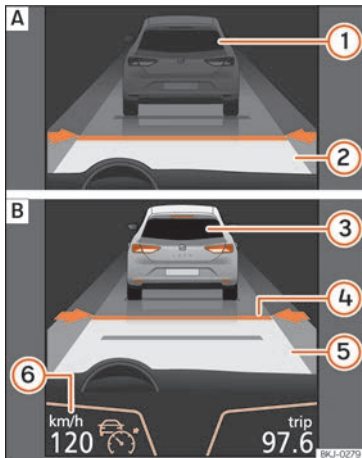
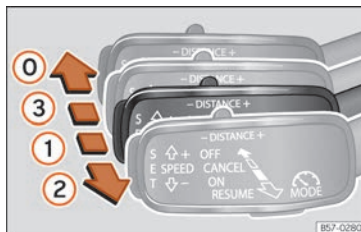
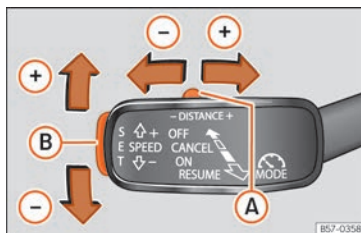

Abb. 233 Am Bildschirm des Kombi-Instruments: **A** ACC inaktiv (Standby). **B** ACC aktiv.
Abb. 235 Links an der Lenksäule: dritter Hebel für die Bedienung der ACC.
Abb. 236 Links an der Lenksäule: dritter Hebel für die Bedienung der ACC.
Bildschirmanzeigen » **Abb. 233:**
Wenn die ACC eingeschaltet ist, schaltet sich auf der Schalttafel die grüne Kontrollleuchte ein (☺) und auf dem Bildschirm werden die programmierte Geschwindigkeit und der Zustand der ACC angezeigt » **Abb. 233**.
• Um die ACC zu aktivieren, bewegen Sie den Hebel in die Position **ON** » **Abb. 235** ①. Zu »
• Drücken Sie anschließend die Taste **SET** »» **Abb. 236** (B) oder bewegen Sie den Hebel in die Position **RESUME** »» **Abb. 235** (2). In diesem Moment wird die ACC aktiviert und die aktuelle Geschwindigkeit und der Abstand werden programmiert. Die Anzeige am Kombi-Instrument wechselt in den Modus **Aktiv** »» **Abb. 233** (B).
- Zur Programmierung der Geschwindigkeit schieben Sie den dritten Hebel nach oben (+) oder nach unten (-) bis zur gewünschten Geschwindigkeit »» **Abb. 233** (6). Die Einstellung der Geschwindigkeit erfolgt in Schritten von 10 km/h [6 mph].
- Falls Sie die Geschwindigkeit in Schritten von 1 km/h [0,6 mph] erhöhen möchten, bewegen Sie den Hebel in die Position **RESUME** »» **Abb. 235** (2) bzw. drücken Sie zur Reduzierung die Taste **SET** »» **Abb. 236** (B).
- Um das Abstandsniveau zu erhöhen oder zu reduzieren, bewegen Sie die Taste (A) nach rechts oder links »» **Abb. 236**.
Am Bildschirm des Kombi-Instruments wird das ausgewählte Abstandsniveau geändert »» **Abb. 233** (4). Sie können aus 5 verschiedenen Abstandsniveaus auswählen. SEAT empfiehlt das Niveau 3. Der programmierte Abstand kann während der Fahrt oder bei Fahrzeugstillstand geändert werden »» (A).
- Um die ACC zu deaktivieren, bewegen Sie den Hebel in die Position **OFF** (fest) »» **Abb. 235** (0). In diesem Moment erscheint der Text **ACC deaktiviert** und die Funktion ist vollständig deaktiviert.